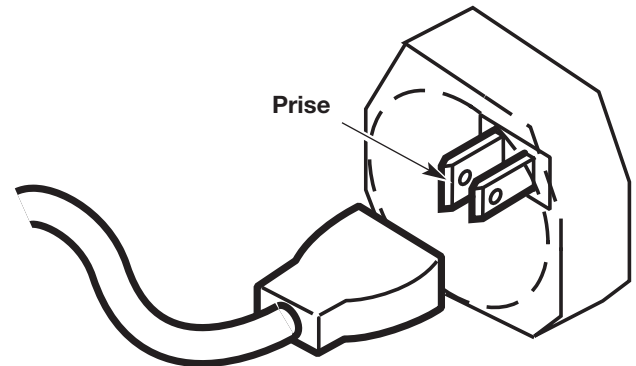

Fig. 10
2. Branchez l'extrémité femelle du cordon dans la prise située à l'arrière de l'appareil (Fig. 10).